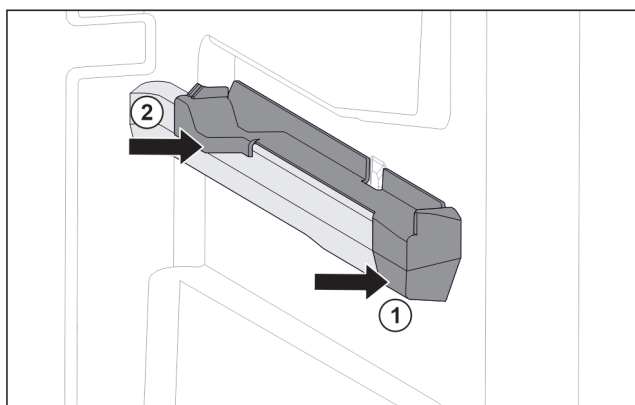

Fig. 103 Élément emboîtable sur la nervure de récipient droite
- ▶ Poser le devant de l'élément emboîtable contre la nervure de récipient. Fig. 103 (1)
- ▶ Enfoncer l'arrière de l'élément emboîtable. Fig. 103 (2)